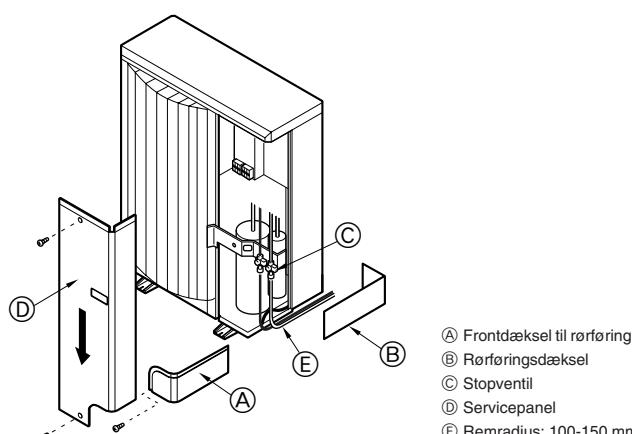
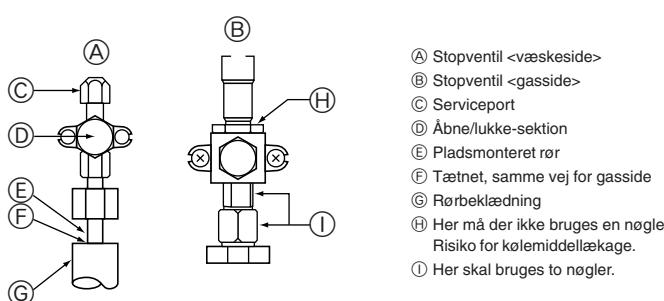

Fig. 4-2
Fig. 4-3
4.3. Kølerør (Fig. 4-2), (Fig. 4-3)
- Afmonter servicepanelet ④ (tre skruer) og rørafdekningen foran ⑤ (en skrue) og rørafdekningen bagtil ⑥ (to skruer).
- ① Tilslut kølemiddelrørene til den indendørs/udendørs enhed, når den udendørs enheds stopventil er lukket helt.
- ② Evakuér luft fra indendørsenheden og rørforbindelserne.
- ③ Når kølemiddelrørene er forbundet, skal rørene og den indvendige enhed kontrolleres for gaslækage. (Se 4.4. Metode til lufttæthedstest for kølemiddelrør.)
- ④ Påfør vakuums på kølemiddelrørene gennem serviceporten på væskestopventilen og åbn derefter stopventilerne helt (både væskestopventil og gassstopventil). Derved opnås der fuld forbindelse mellem indendørs og udendørs enhedens kølemiddelrør.